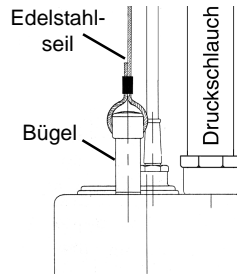

Bild 2
- Befestigen Sie das Edelstahlseil des "Revisions-Set Tauchpumpe" mittels der Seilklemmen an dem Bügel der Zubringerpumpe, siehe Bild 2.